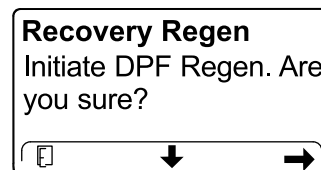

Bild 61
4. Drücken Sie auf dem Bildschirm INITIATE DPF REGEN. die rechte Taste, um fortzufahren (Bild 61).